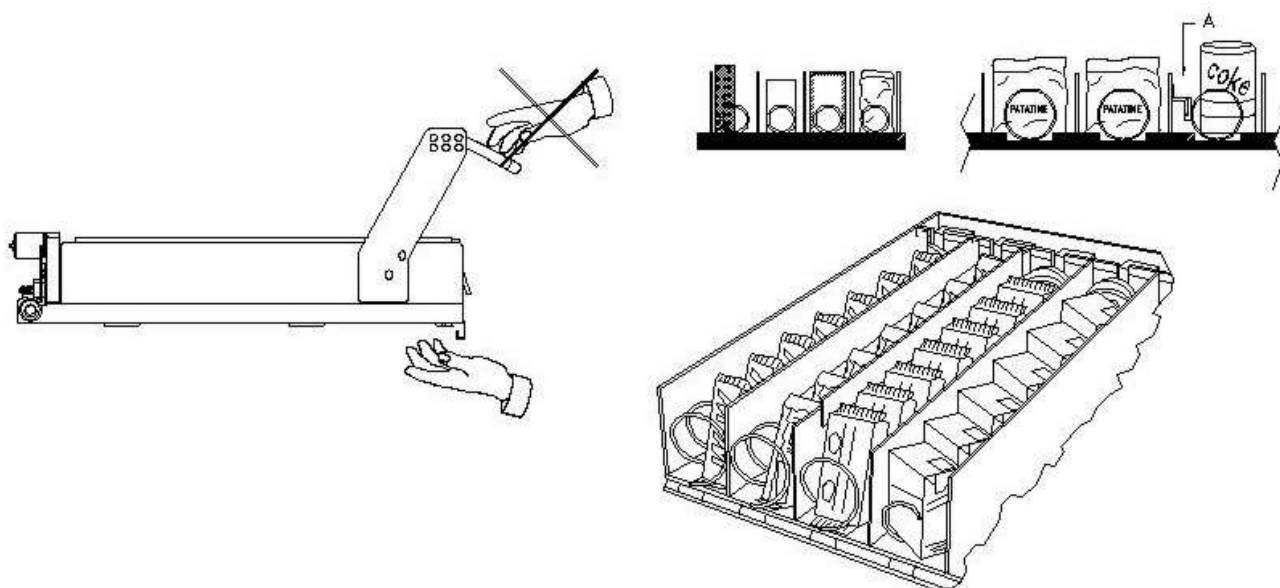

рис. 3
9.2 ДИСТАНЦИОННЫЕ РАСПОРКИ ДЛЯ ПРОДУКТОВ В ЯЩИКАХ (рис. 3)